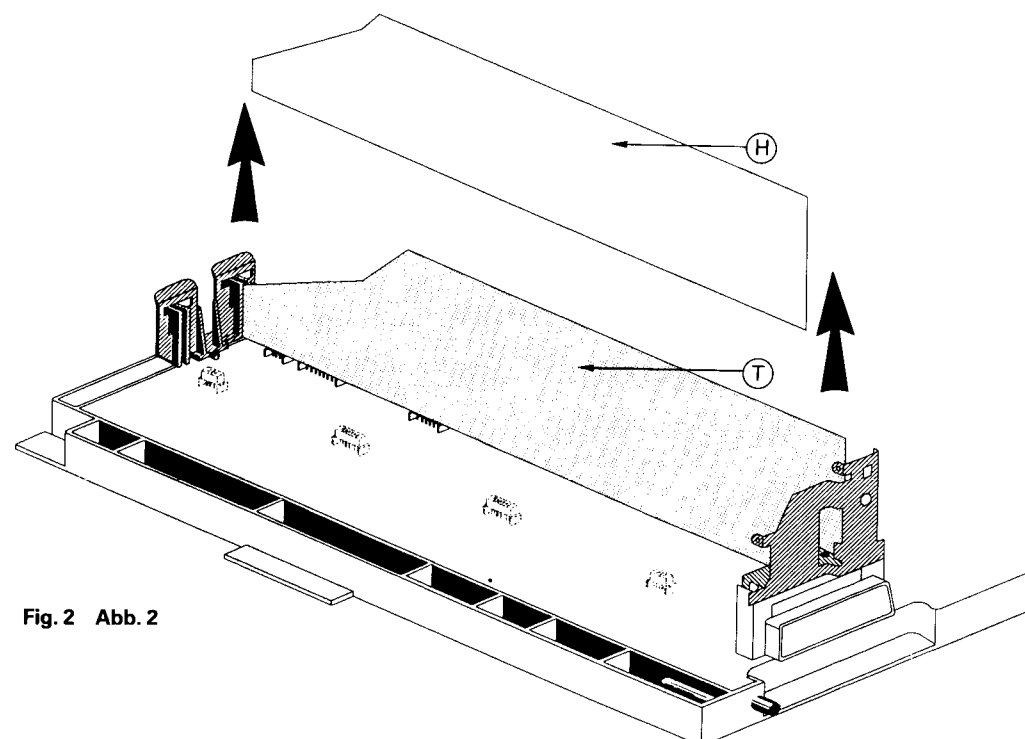

Fig. 2 Abb. 2
2. Remove (H) PCB to allow access to main (E) board. Refer to Fig. 2
2. Die (H) Platine herausziehen, damit die entsprechenden Teile der (E) Platine zugänglich sind. Siehe Abbildung 2.